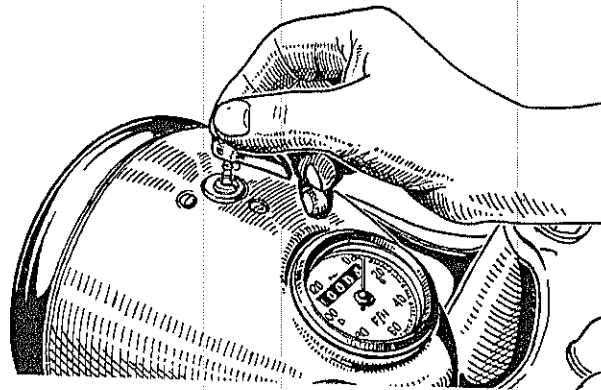

Fig. 6
- e) De contactsleutel in het sleutelgat steken boven op de koplamp. Werking controleren van de koplamp, de achterlamp en de controlelamp. (Fig. 6.)